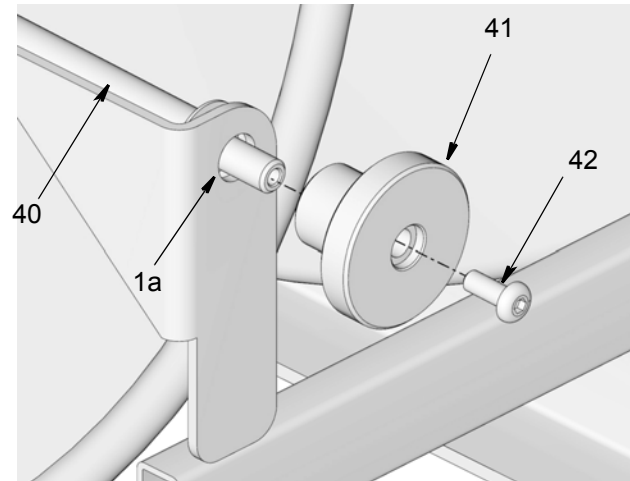

FIG. 27
2. Tournez le bouton (41) dans le sens inverse des aiguilles d'une montre pour relâcher la tension du frein.
3. Dévissez et retirez la vis (42) de l'extrémité du bouton (41) (FIG. 27).
4. Retirez le bouton (41) de l'extrémité de la tige (40) (FIG. 27).
5. Dévissez et retirez l'écrou (24) et enlevez le collier de serrage (34a) de l'axe de fixation (37).
- Retirez le collier (34) du moyeu à frein (12).
- Retirez l'extrémité de la tige (40) du châssis (1a) (FIG. 27).
- Insérez l'extrémité de la tige (40) dans l'orifice (27b) (FIG. 27).
- Replacez le bouton (41) sur l'extrémité de la tige (40). Replacez la vis (42). Vissez fermement la vis afin de maintenir le bouton en place (FIG. 27).